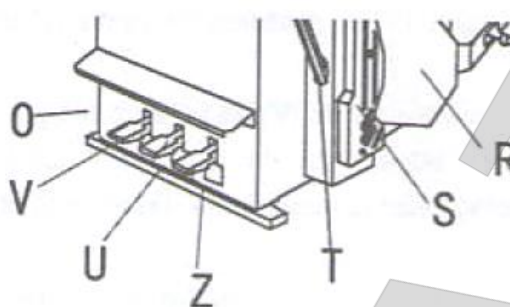
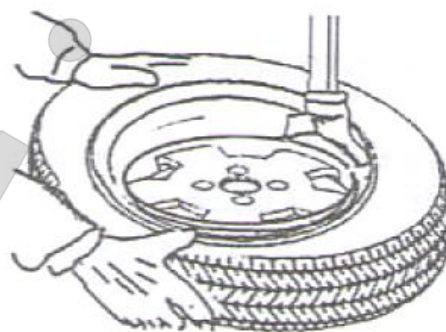

Рис. 9
Рис. 10
- Разместить зажимные кулачки (G) в соответствии с отметкой на поворотном столе (Y) нажатием педали (V) в среднее положение.
- Положить шину на зажимные кулачки и, прижав шину, нажать педаль (V) до предела.
- Опустить вертикальную направляющую (M), чтобы монтажная головка (I) находилась напротив верхней закраины обода колеса и зафиксировать устройство нажатием рычага блокировки (K). Это заблокирует направляющую и автоматически сместит монтажную головку на 2 мм от обода.
С помощью монтажной лопатки (T), установленной между бортом шины и передней частью монтажной головки (I) приподнять борт шины над монтажной головкой (рис. 9).
Нажать рукой на шину, завести ее в обод колеса, нажать на педаль (Z), поворачивая стол по часовой стрелке (рис. 9). Выполнить операцию по окружности колеса (рис. 10).